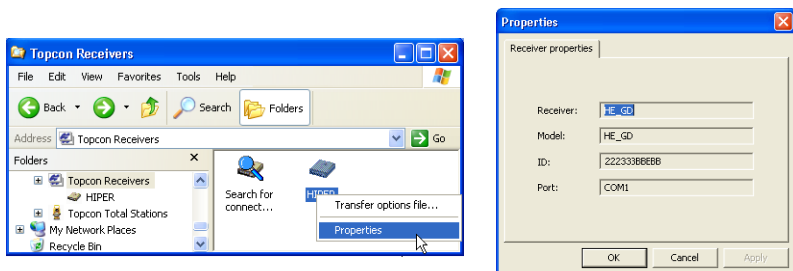

Figura 5-3. Propiedades del Receptor
- Para ver información acerca del receptor (Figura 5-3), haga clic derecho en el receptor deseado y seleccione la opción *Properties* (Propiedades).